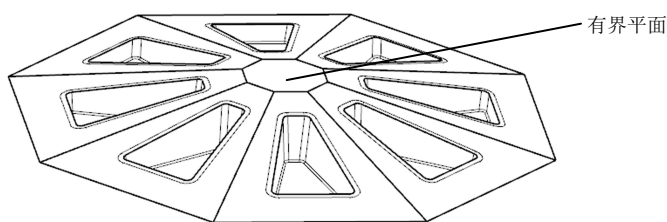

图 13-14 创建有界平面
(29) 选取“菜单 | 插入 | 曲面 | 有界平面”，创建有界平面，如图 13-14 所示。